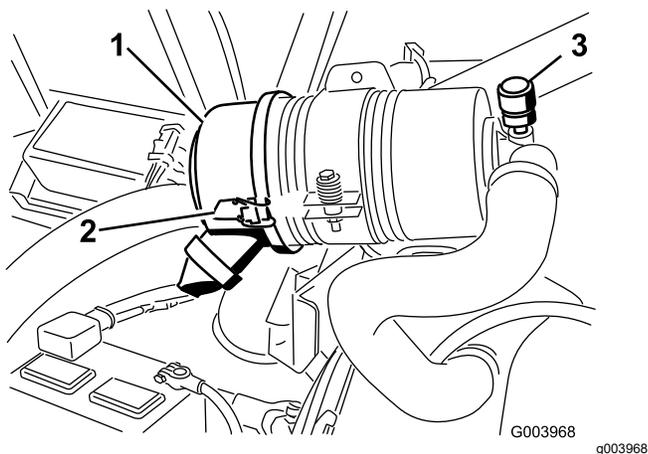

Рисунок 74
Обслуживание фильтра воздухоочистителя следует производить только после покраснения индикатора необходимости технического обслуживания (Рисунок 74). Замена воздушного фильтра без необходимости только повышает вероятность попадания грязи в двигатель при извлечении фильтра.
1. Отпустите защелки, фиксирующие крышку воздухоочистителя на его корпусе (Рисунок 74).